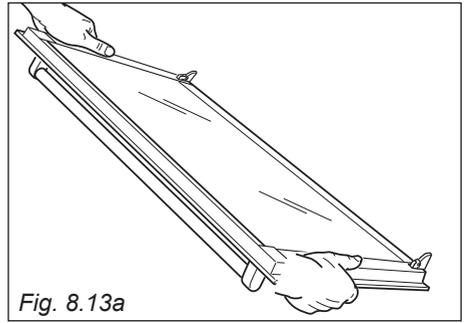

Fig. 8.13a
1. Hold the door firmly (fig. 8.13a).